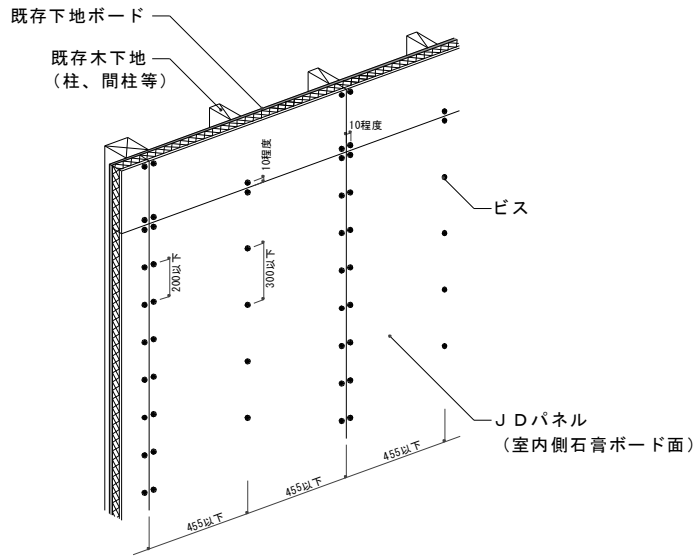
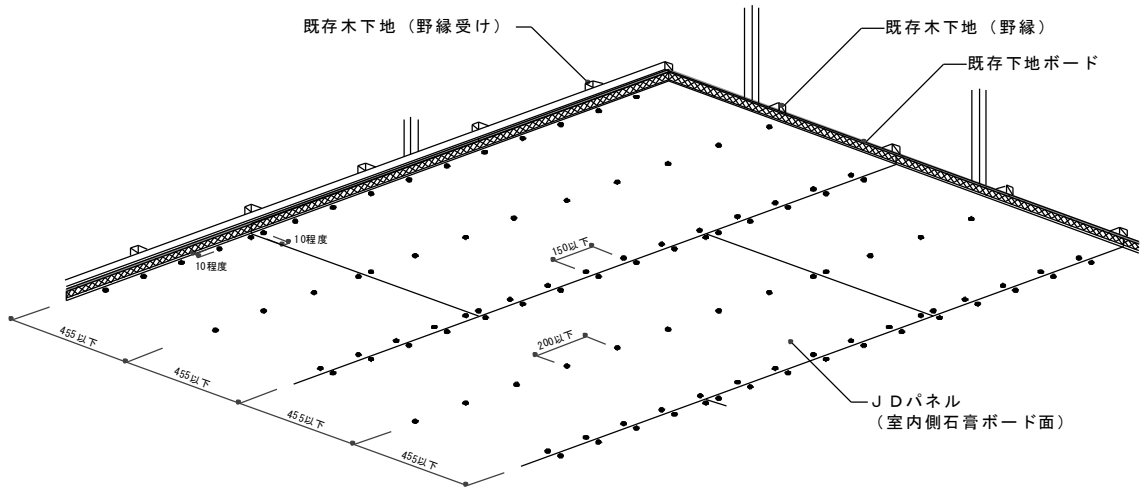

図5 壁面 ビス留め間隔
図6 天井面 ビス留め間隔
- ・ ビスは下記のタイプのものを使用し、壁、天井でのビスの留付け間隔は表7、図5、図6をご参照ください。